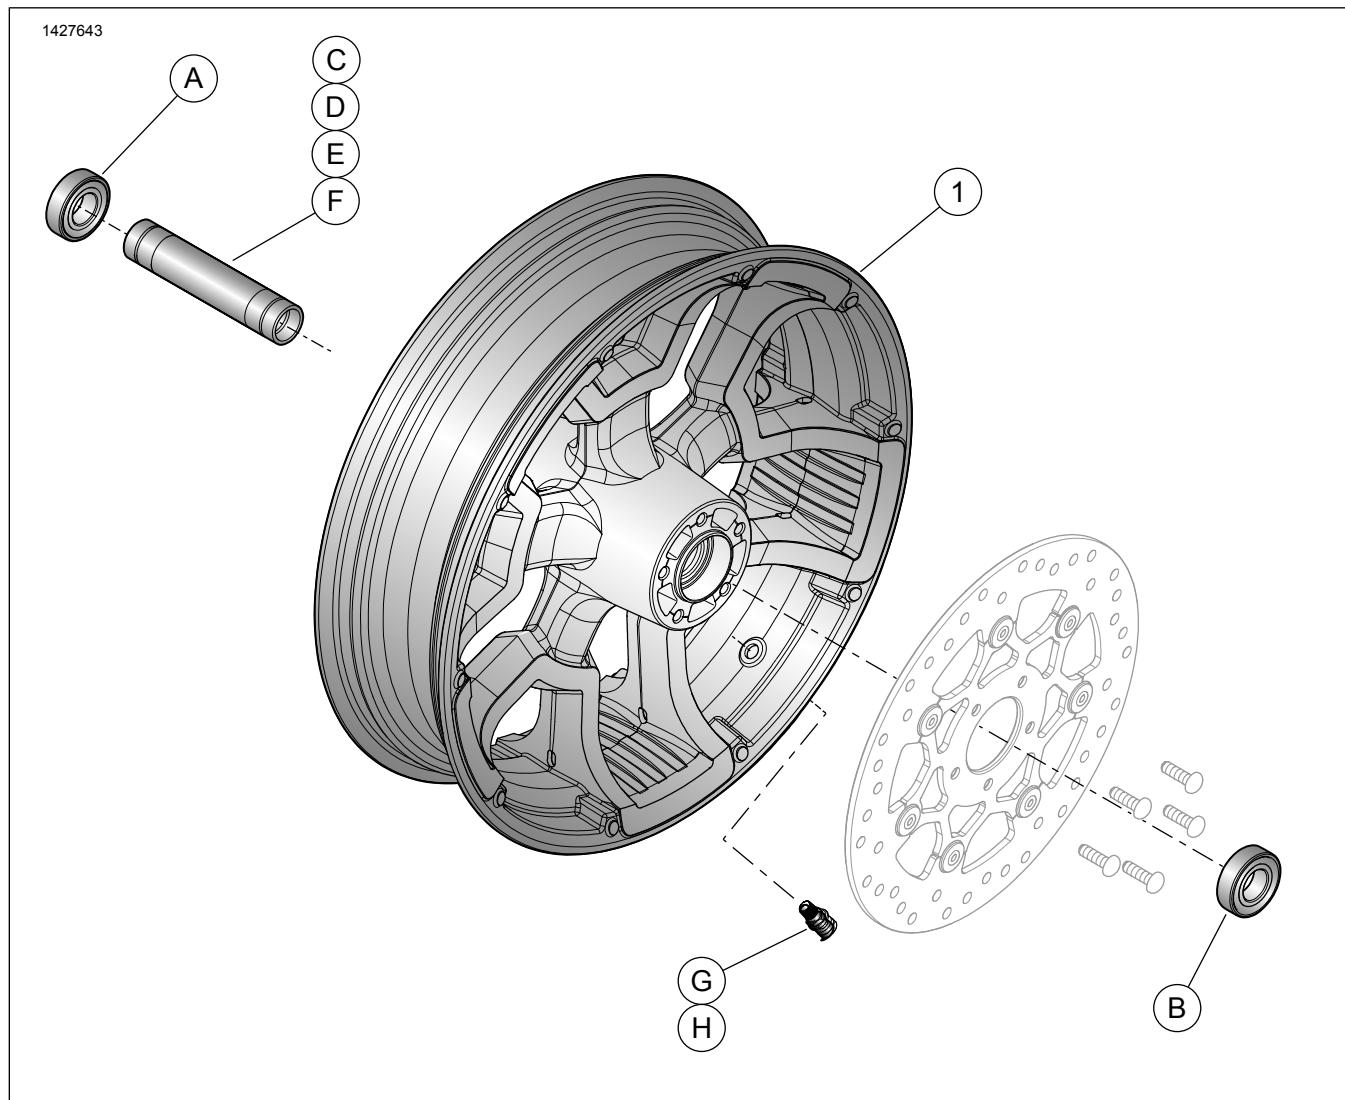

Figura 2. Parts tas-Service: Kit tar-rota ta' quddiem
Dan il-kit jinkludi r-roti personalizzata biss. Ara Figura 2 u Tabella 3 għall-kontenuti tal-kit.
2. Ara Figura 2 . Installa l-assemblaġġ tal-istem tal-valv fuq ir-rota. Ara l-Manwali tas-Servizz.